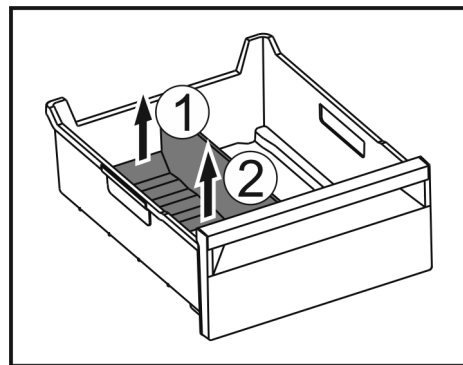

Fig. 145
- Achterste deel van de ijsvak-scheider optillen. Fig. 145 (1)
- Ijsvak-scheider er naar boven toe uitnemen. Fig. 145 (2)